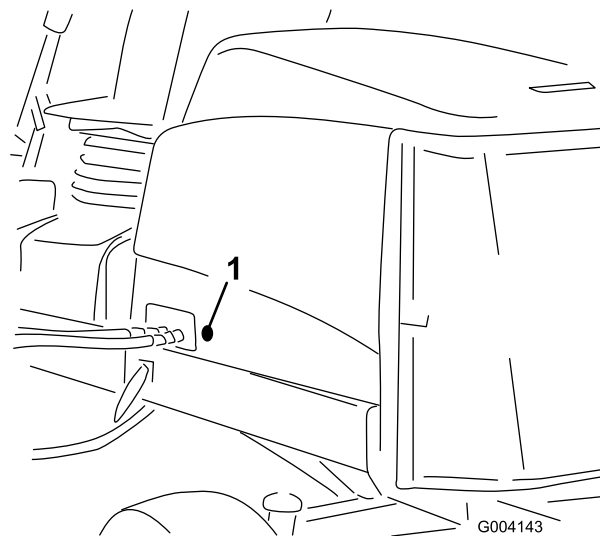

Рисунок 5
2. Извлеките резиновую втулку из отверстия с левой стороны капота (Рисунок 5).